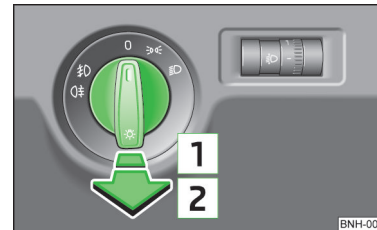

Abb. 19
- › Zunächst den Lichtschalter » Abb. 19 in Stellung >=< oder >=> drehen.
- › Zunächst den Lichtschalter » Abb. 19 » Seite 35 in Stellung >=< oder >=> drehen.